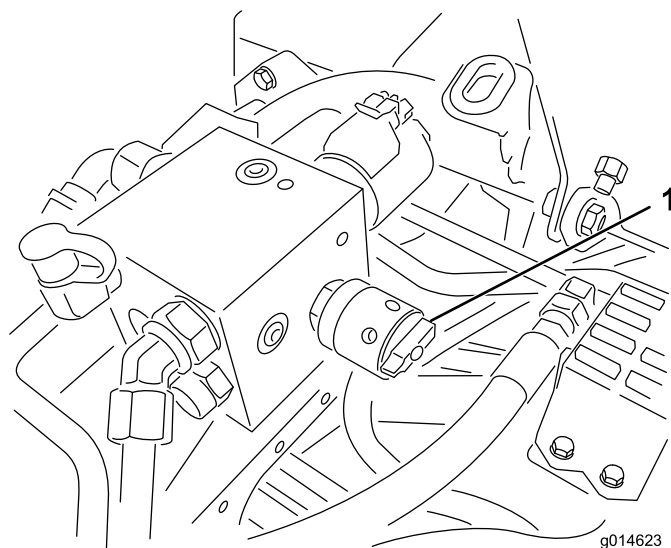

Bild 53
6. Drehen Sie dann das Handrad zur Spindeldrehzahl auf Einstellung 1 (Bild 53).